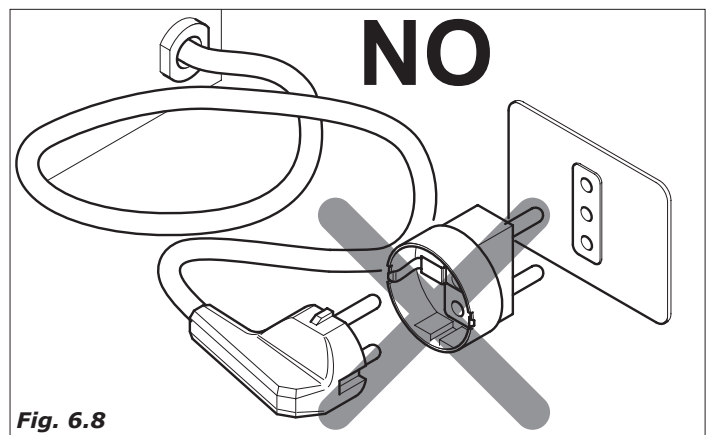

Fig. 6.8
- As tomadas não compatíveis com a do aparelho devem ser substituídas (Fig.6.8).